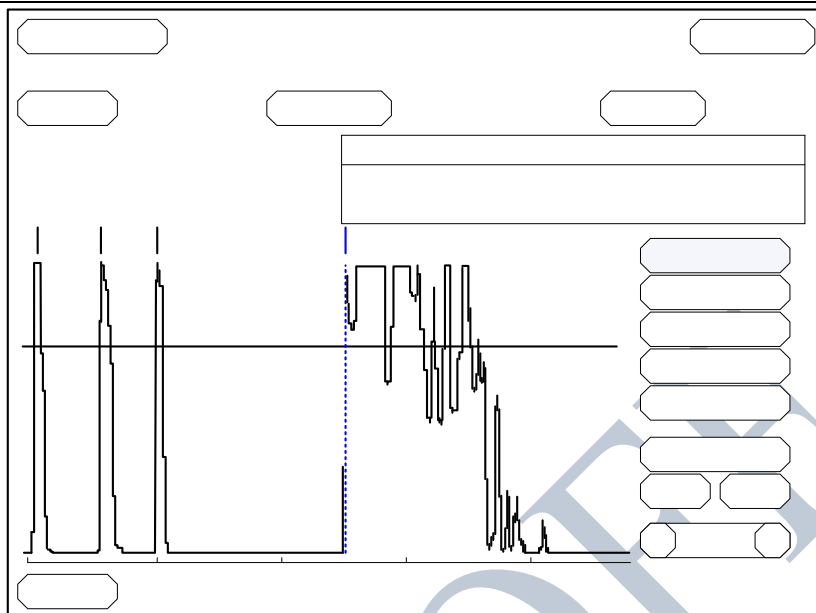

Рисунок 4-9 Регулировка положения Зоны
**Примечание:** Если при распознании формы программа ошибочно распознает специфическое эхо (как при плотной катаракте), оператор может сместить “Зону” касаясь меток. Метки при этом мигают. Сместите метки при помощи стрелок [←] и [→] (Рис. 4-9). Зона роговицы не регулируется при использовании контактного метода. Нажмите ножную педаль для завершения регулировки. Касание любого места экрана, кроме меток, также будет значить завершение регулировки.